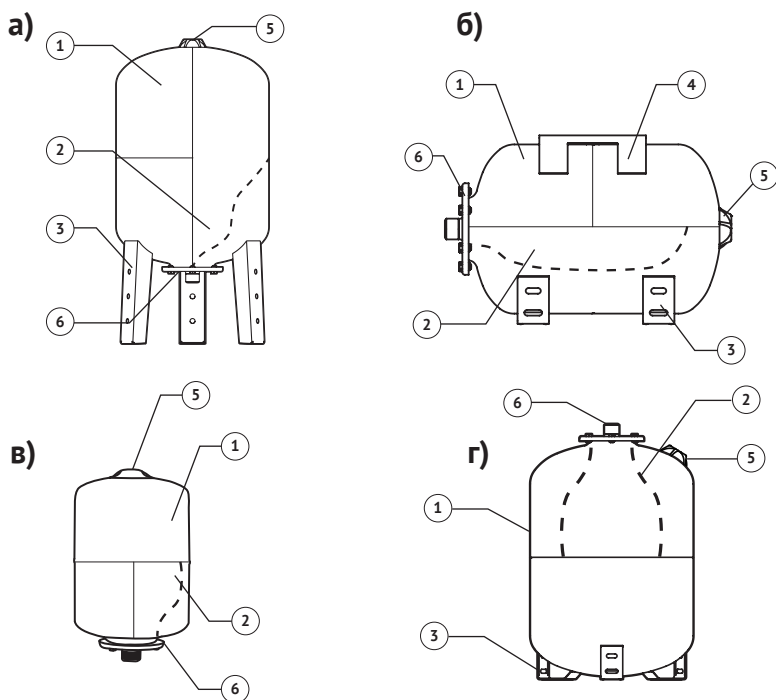

Рисунок 1 – Устройство гидроаккумулятора
Баки вертикального типа выпускаются с нижним расположением присоединительного фланца (см. рисунок 1а, поз. 6) и верхним расположением присоединительного фланца (см. рисунок 1г, поз. 6), а также имеют опорные ножки (поз. 3).
Горизонтальные гидроаккумуляторы (см. рисунок 1б) оснащены площадкой для крепления насоса (поз. 4) и имеют опорные ножки (поз. 3).
Подвесные гидроаккумуляторы (см. рисунок 1в) не имеют опорных ножек и могут быть установлены как в вертикальном, так и в горизонтальном положении.
Регулировка давления воздуха осуществляется при помощи ниппеля, установленного под крышкой (см. рисунок 1, поз. 5), путем подкачки или выпуска воздуха при отсутствии воды в гидроаккумуляторе. Для подкачки воздуха используйте компрессор, либо автомобильный насос.
- 2 Не реже одного раза в месяц необходимо проверять давление воздуха в гидроаккумуляторе при помощи манометра подключив его к ниппелю, находящемуся под крышкой (см. рисунок 1, поз. 5).